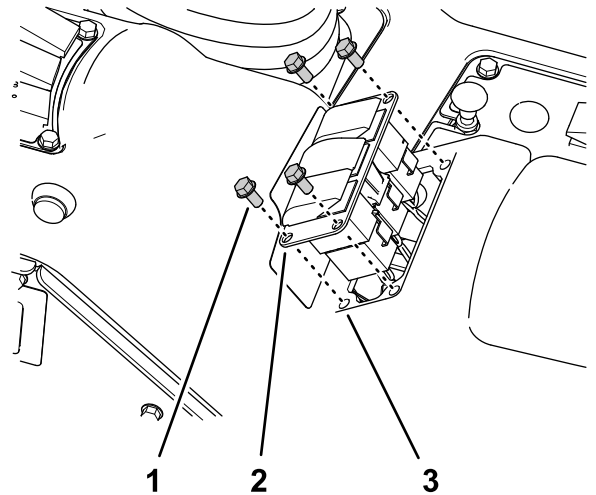

図 33
1. 3スイッチパネルを制御コンソールに固定しているフランジヘッドねじ $\frac{1}{4} \times \frac{1}{2}$ "4本を外す 図 33。
3. 車両用ワイヤハーネスのうち、**Rate Switch**というラベルのついた 8 ソケットコネクタを、スイッチの 8 ピンコネクタから外す 図 33。
6. 3 スイッチパネルの穴に、スイッチプラグを合わせる 図 33。
7. 3 スイッチパネルにスイッチプラグを押し込む。プラグがパチンと音を立てて嵌るまで押し込む 図 33。